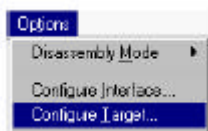

图 26 AXD 选项菜单
- 1 选择 Options→Configure Target，如图 26 所示。